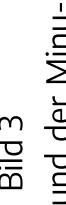

Bild 3
- Stellen Sie mit der Speicher-Taste den Monat ein und bestätigen Sie diesen mit der SET-Taste. Verfahren Sie entsprechend bei der Einstellung des Tages (Bild 2), der Stunden und der Minuten (Bild 3).